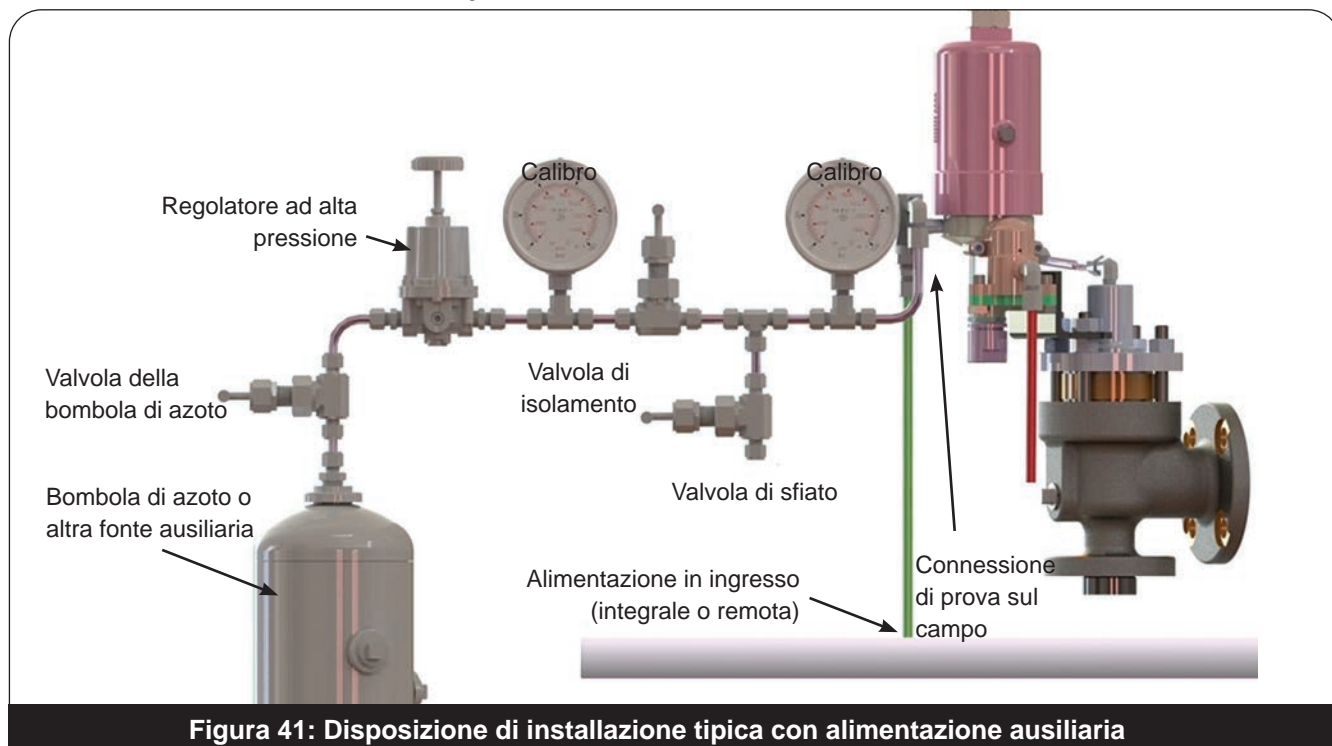

Figura 41: Disposizione di installazione tipica con alimentazione ausiliaria
Una connessione di prova sul campo FNPT da 1/4" (Figure 39 e 40) è standard su tutti i tipi di valvole pilota Consolidated, serie 39PV e serie 39MV. La connessione di prova sul campo insieme a una sorgente di pressione ausiliaria può essere utilizzato per fornire una pressione stabile e costante alla valvola pilota e alla cupola della valvola principale. Nella connessione di prova sul campo è presente una valvola di ritegno interna che isola il mezzo di ingresso dai mezzi della sorgente di pressione ausiliaria e, allo stesso tempo, consente alla valvola di aprirsi normalmente in caso di pressurizzazione eccessiva del sistema durante l'utilizzo della connessione di prova in campo. La **Figura 41** rappresenta lo schema consigliato per fornire pressione ausiliaria alla POSRV. La "Connessione alla spina di prova della valvola" si accoppia con l'FNPT da 1/4" della connessione di prova sul campo.
2. Collegare la **disposizione del test** sul campo alla **connessione di prova sul campo** (Figura 41).